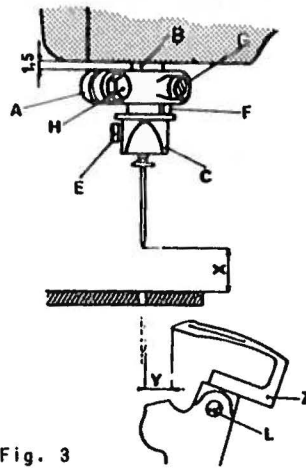
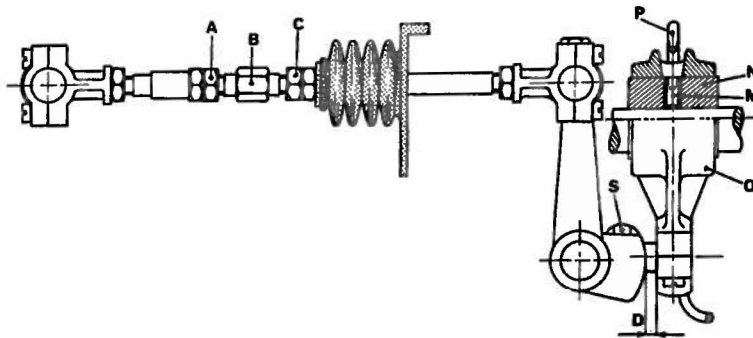

Fig. 3
Fig. 10
- S. 1651.00 per esecuzione quote come da fig. 3
- S. 1652.00 per esecuzione quote come da fig. 10
### 3. Posizionamento dell'ago (fig. 3)
- Inserire fino in fondo il crochet Z nell'apposita sede e bloccarlo sul piano del gambo con la vite L (fig. 3).
- Eseguire la misura D (fig. 10) col calibro S. 1652.00 per biella comando crochet agendo sul dado S.
- Ricercare la misura Y (tabella fasature) dalla punta del crochet alla tangente destra dell'ago (fig. 3).
- Allentare i controdadi A e C (fig. 10) e ruotare il perno B in un senso o nell'altro fino ad ottenere la misura Y (fig. 3 - calibro S. 1651.00).
- Bloccare leggermente i due controdadi A e C (fig. 10).
- Se la corsa del crochet e' ritardata o anticipata, bisogna allentare i due grani interni M dell'eccentrico N della biella O (fig. 10) e, tenendo fermo l'eccentrico M, ruotare il volantino della macchina in modo da ottenere la condizione voluta.
- Nota: se questa condizione non si verificasse, si deve allungare o accorciare la corsa del crochel agendo sulla vite  $S$  (fig. 10) variando così la quota  $D$ . In questo caso si devono poi rivedere tutte le condizioni di fasatura eccetto quelle descritte nel primo capoverso.
- Bloccare i controdadi  $A$  e  $C$  (fig. 10).
- Nota: quando si sposta la biella per eseguire la misura  $D$  (fig. 10), tenere presente che l'eccentrico  $N$  sia sempre centrato rispetto alla testa di biella  $O$ . In caso di eccessivi spostamenti, modificare la posizione del lubetto di lubrificazione  $P$  spostandolo adeguatamente in modo che la mezzetta coincida con il centro del foro esistente sulla testa di biella  $O$ .